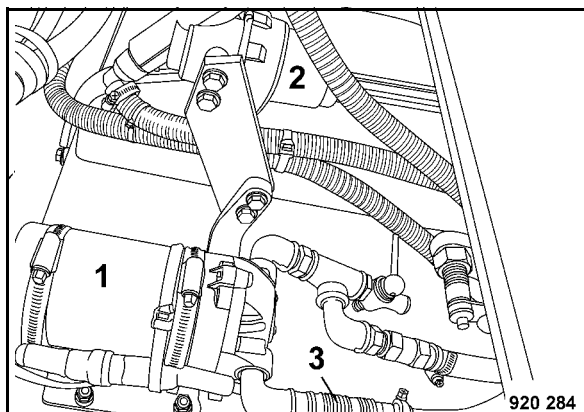

Fig. 205
- Disimpegnare il giunto 1 (Fig. 205) dalla pompa d'emulsione.